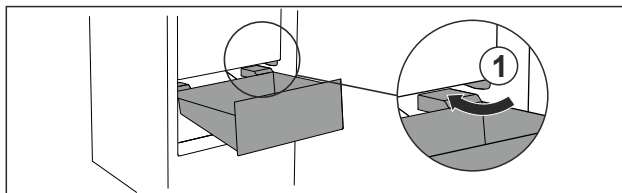

Fig. 70
- ▶ Prevedte zásuvku šikmo okolo zarážok Fig. 70 (1).